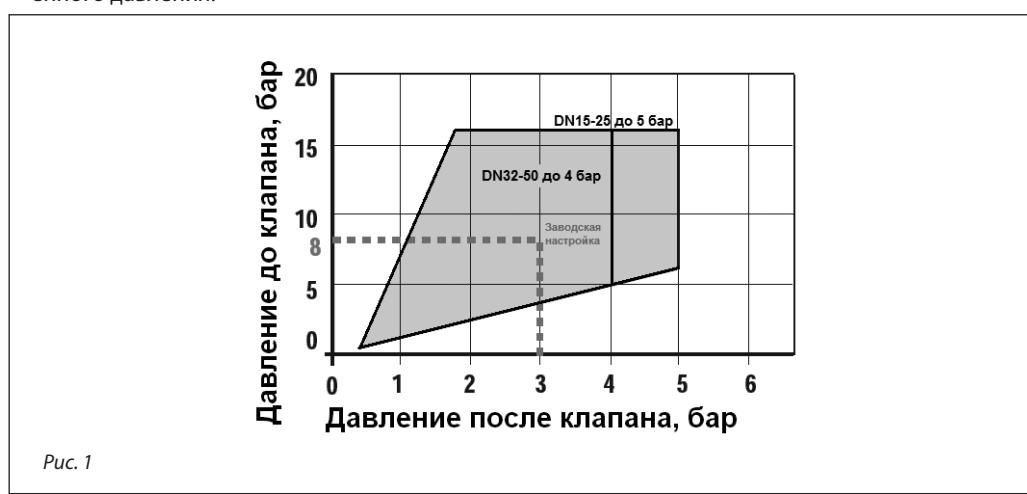

Рис. 1
- 1) проверить применимость по давлению до и требуемому давлению после клапана (рис. 1);
Давление до клапана — 8 бар; давление после клапана — 3 бар. Рабочая точка, соответствующая указанным давлениям, лежит внутри области применимости (рис. 1).
- 1) проверить на применение по давлению до клапана и требуемому давлению после клапана (рис. 1);